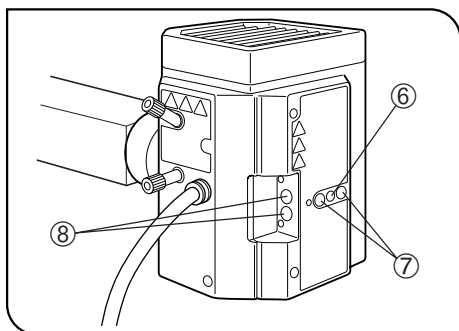

Fig. 4
8. Coloque la imagen del arco en el centro de la mitad izquierda (o derecha) del campo, girando los mandos de centrado de la lámpara ⑤. (B)
9. Enfoque la imagen del arco del espejo ajustando el tornillo de enfoque del espejo ⑥ (Fig. 4) de la parte posterior del portalámparas, utilizando el destornillador Allen. (C)
10. Superponga la imagen del arco con la imagen del arco del espejo, girando los mandos de centrado de la lámpara ⑤. (D)